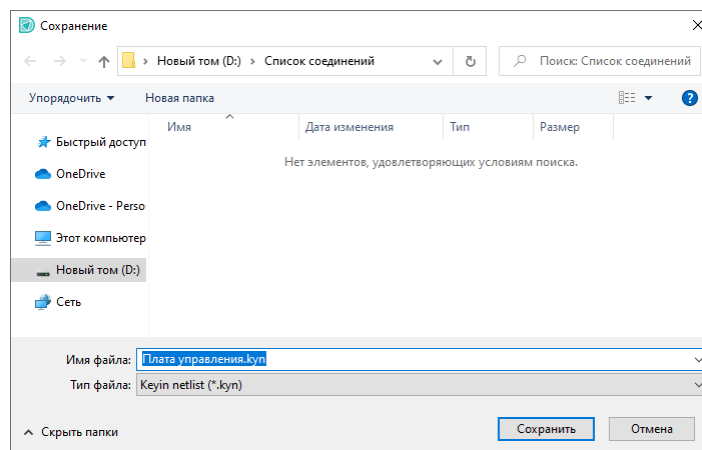

Рис. 77 Выбор директории для сохранения файла
3. В окне проводника введите имя экспортируемого файла и выберите директорию для его сохранения, Рис. 77.